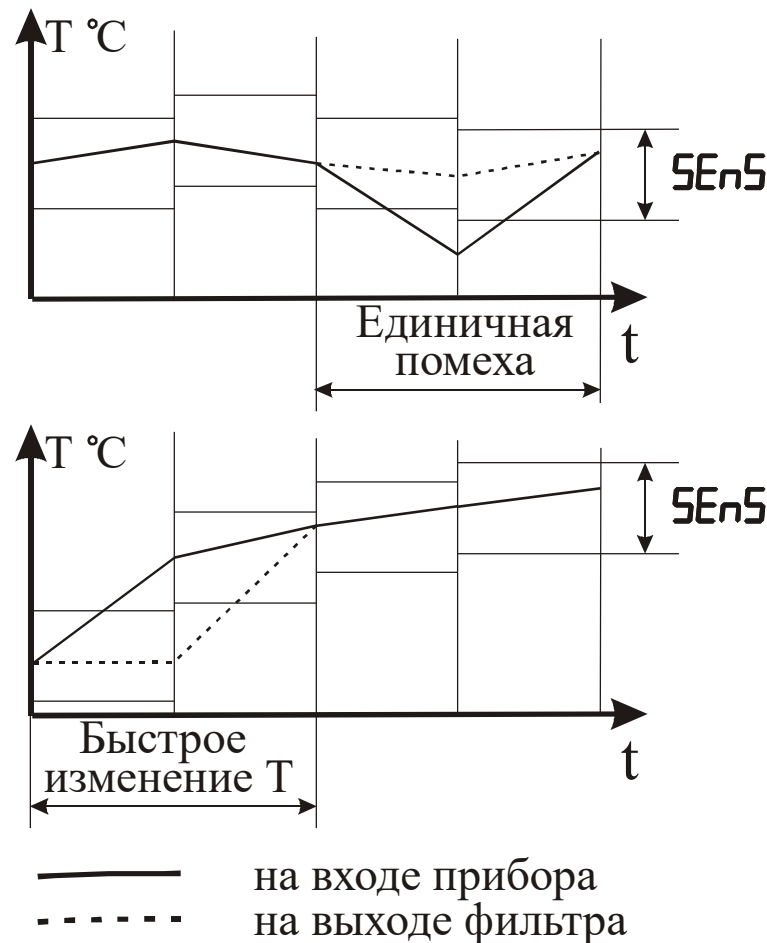

Рисунок 3.9 – Работа фильтра при воздействии случайной помехи и быстром изменении сигнала
3.3.3.10 С целью уменьшения влияния случайных импульсных помех на показания в прибор введена цифровая фильтрация. Работа фильтра описывается параметром “Полоса фильтра”. Если текущее значение температуры отличается от результатов предыдущего измерения на значение, которое превышает указанное в параметре “Полоса фильтра”, то проводится повторное измерение температуры, а на индикаторе остается старое значение (см. рисунок 3.9).